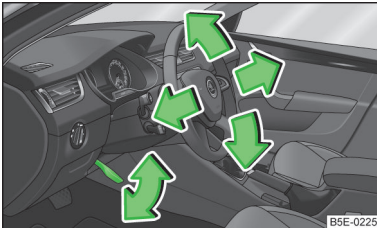

Abb. 116
- Den Hebel unter dem Lenkrad nach unten schwenken » Abb. 116.